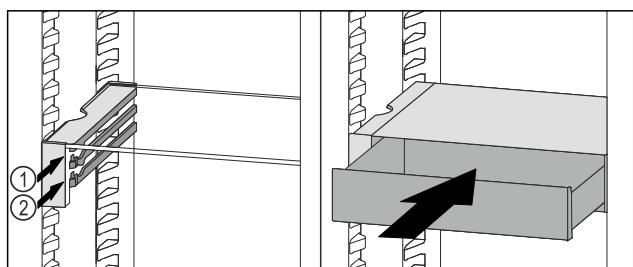

Fig. 136
- Placera VarioSafe-lådan bakom stoppklackarna på önskad list Fig. 136 (1) eller Fig. 136 (2).